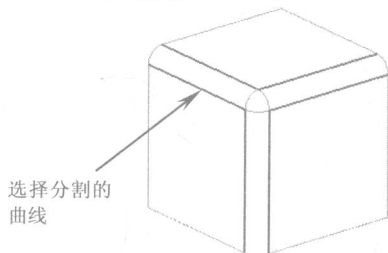
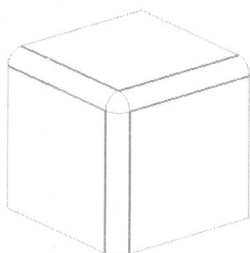

图1-11
图1-12
10. 在【编辑曲线】工具条中单击【分割曲线】按钮，弹出【分割曲线】对话框。单击 **等分段** 按钮，选择如图 1-11 所示的分割的曲线，最后单击两次 **确定** 按钮创建分割曲线，结果如图 1-12 所示。